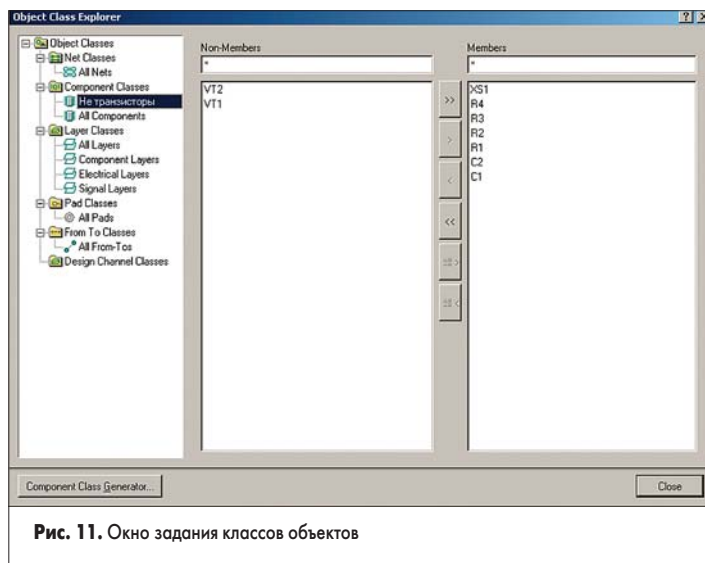

Рис. 11. Окно задания классов объектов
- В заключение переименуем только что созданный класс, для чего нажмем клавишу F2 и введем новое имя «Не транзисторы» (рис. 11).